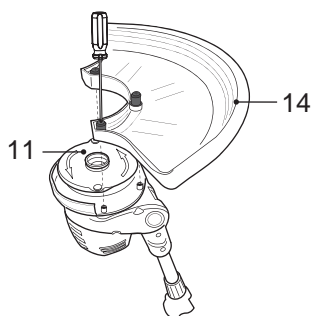

Fig.1
- > Alinhe a proteção de segurança (14) com a cabeça de corte (11).
- > Fixe a proteção com os parafusos de fixação e aperte seguramente com uma chave de fendas (Fig.1).